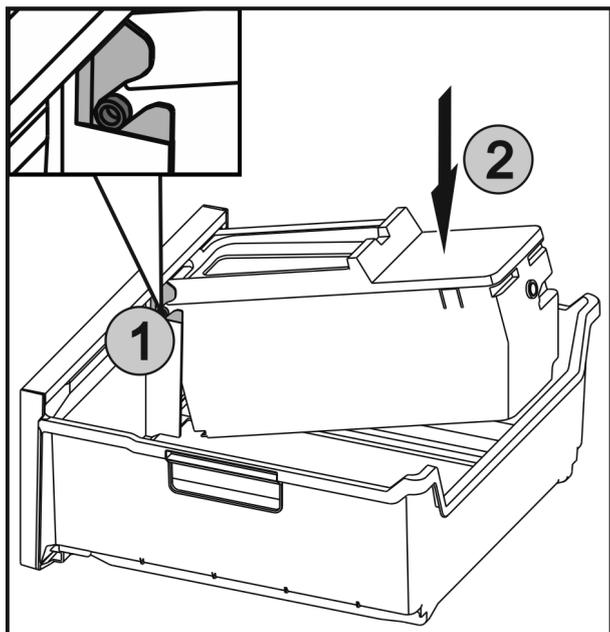

Fig. 53
- ▶ Zasuňte osi Fig. 53 (1) na EasyTwist-Ice do vedení a tlačte zadnú stranu Fig. 53 (2), kým spona nezapadne.